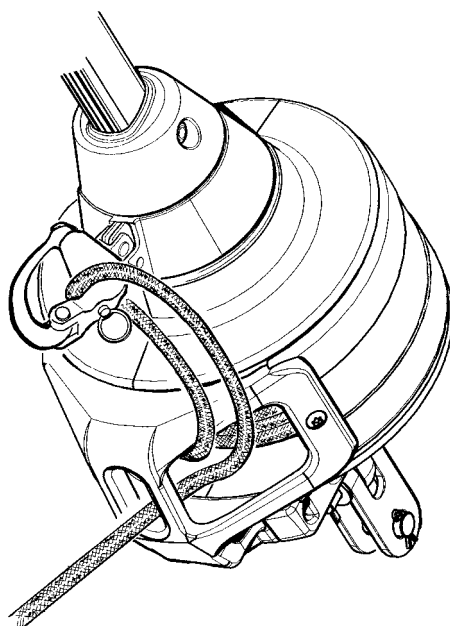

Fig. 6.2.a
- ☐ Assurer la bosse avec le mousqueton d'amure Fig. 6.2.a. Cela évitera un déroulement accidentel.